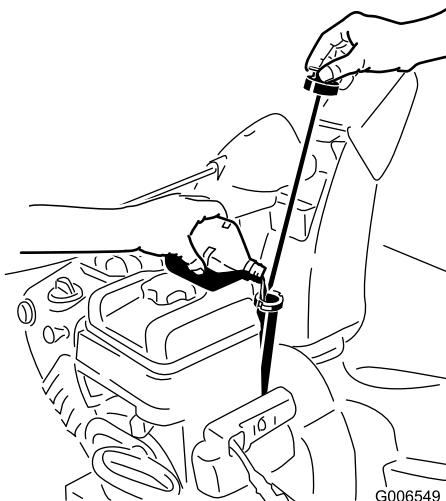

Рисунок 41
- Выньте щуп и проверьте уровень масла (Рисунок 41). Если уровень масла находится ниже отметки Add (Добавить), то добавьте масла в двигатель. См. Раздел «Заправка двигателя маслом».